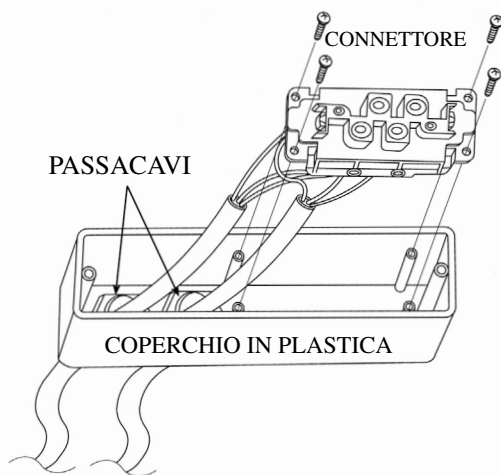

Fig. 7 Coperchio morsettiera doppio cabinet
- 5) Inserire il connettore nel coperchio in plastica fissandolo con le apposite viti, quindi infilare i cavi negli appositi fori assicurandoli tramite i due passacavi (vedi fig. 7).